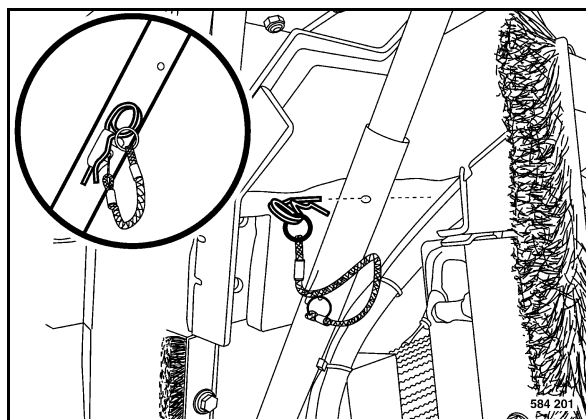

Fig. 178
- Abrir por completo la cubierta del motor (Fig. 178) y asegurarla.